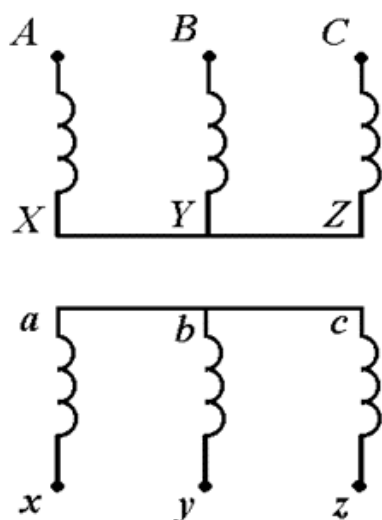

Рисунок 2 – Схема соединения обмоток трансформатора.
1. Подключите катушку AX трехфазного трансформатора к фазному напряжению $U_\phi = 127 \text{ В}$ (рисунок 2).